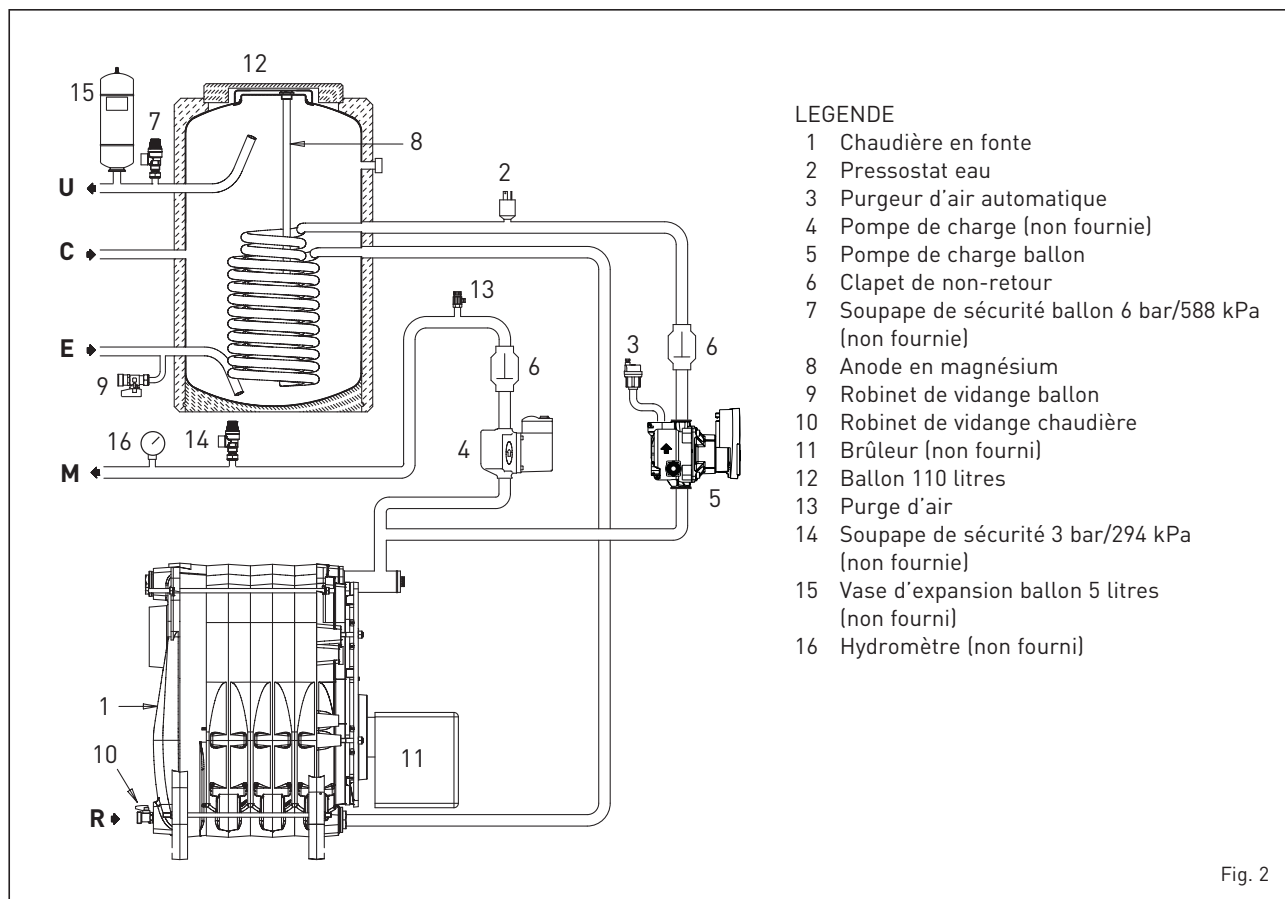

Fig. 2
1.4 CIRCUIT HYDRAULIQUE (fig. 2)
2.3.1 Accessoires recommandés (fig. 2)
Pour faciliter cette opération ouvrir le clapet de non-retour (6 fig. 2) en mettant l'encoche en position horizontale. Remettre la vis dans la position d'origine une fois la purge terminée.